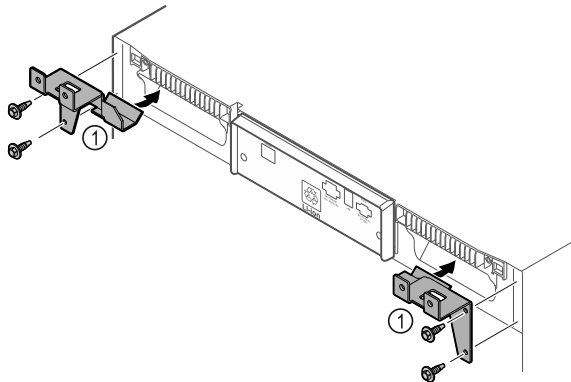

Fig. 11
- ▶ Монтирайте крепежните части Fig. 11 (1) на уреда със самонарезните винтове.